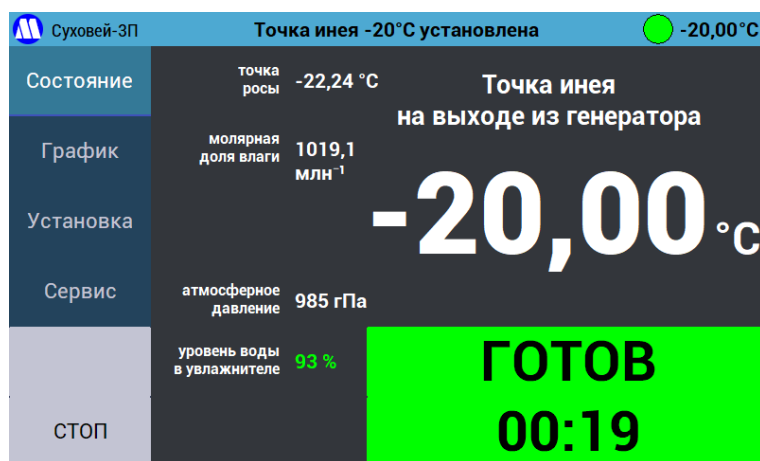

Рисунок 11 – Экран «Состояние».
7.2.1. Интерфейс модуля управления и индикации состоит из зоны вертикального ряда кнопок слева, с помощью которых выбирается режим отображения зоны справа (Рисунок 11). Текущий выбранный режим отображения визуально выделяется цветом соответствующей кнопки.
7.2.5. На экране «Состояние» отображаются (Рисунок 11):